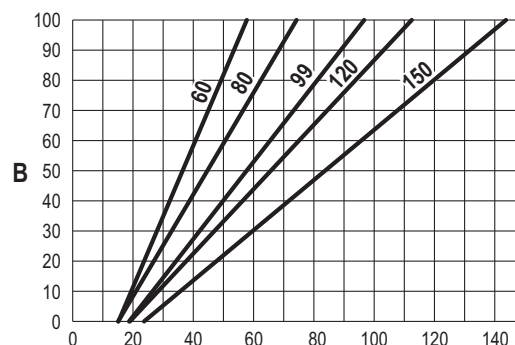

рис. 82
- Используйте **контекстные клавиши 1 и 2** для увеличения или уменьшения теплопроизводительности (минимальная = 00, максимальная = 100). См. диаграмму "Регулировка теплопроизводительности" (рис. 82).